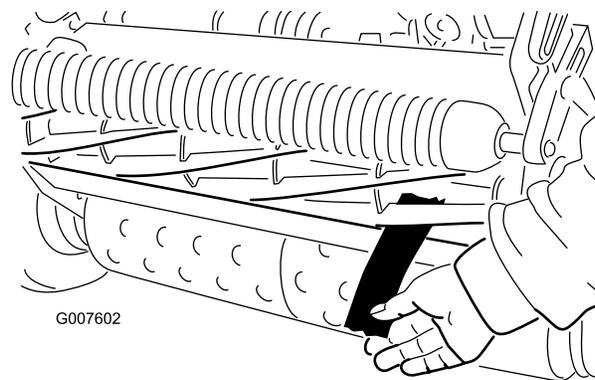

Figure 46
6. Vérifiez ensuite si le cylindre peut saisir le morceau de papier inséré par l'avant et le couper lorsqu'il est inséré perpendiculairement à la contre-lame (Figure 46). Normalement, le papier doit être coupé avec un minimum de contact entre la contre-lame et les lames du cylindre. Si le cylindre semble frotter de façon excessive (plus de 0,79 Nm), rodez ou affûtez les lames pour obtenir les bords tranchants nécessaires à une tonte de précision (voir le *Manuel d'affûtage des cylindres Toro*).
4. À une extrémité de l'avant du cylindre, insérez une longue bande de papier journal entre le cylindre et la contre-lame (Figure 46). Tournez le cylindre lentement en avant tout en tournant la vis de réglage de la barre d'appui dans le sens horaire (du même côté du cylindre), un cran à la fois, jusqu'à ce que le